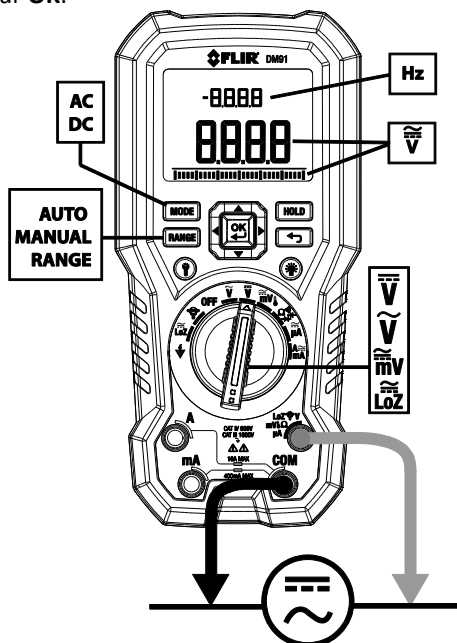

Fig. 5-1 Mesurer la fréquence et la tension
1. Reportez-vous à la Fig. 5-1 ci-dessous.